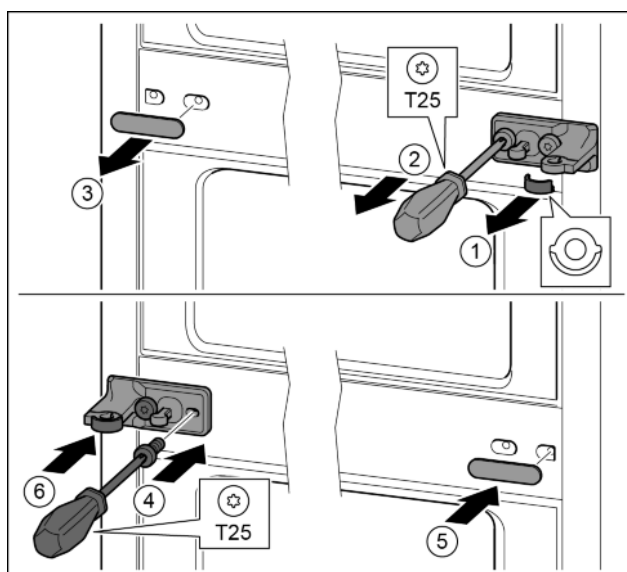

Fig. 27
- ▶ Зніміть перстину. Fig. 27 (1)
- ▶ Викрутіть гвинти за допомогою викрутки T25. *Fig. 27 (2)*
- ▶ Обережно зніміть кришку. *Fig. 27 (3)*
- ▶ Опорний кронштейн із плівкою, повернутий на 180°, закріпіть гвинтами з іншого боку. *Fig. 27 (4)*
- ▶ Почепіть кришку, що повернута на 180°, з іншого боку праворуч. *Fig. 27 (5)*
- ▶ Встановіть шайбу спереду. *Fig. 27 (6)*